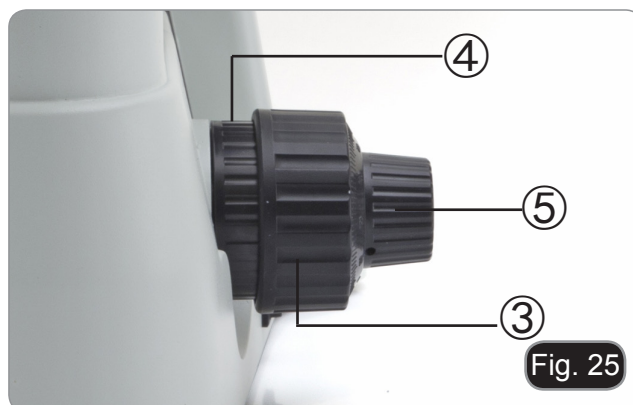

Fig. 25
- **La frizione della manopola macrometrica di messa a fuoco ④ è preregolata in fabbrica.**
Se il revolver scende da solo o il campione si sfuoca mentre si regola la manopola micrometrica di messa a fuoco ⑤, la tensione della manopola macrometrica di messa a fuoco è troppo bassa. Ruotando il collare di regolazione della tensione ④ in senso orario si stringe la tensione di messa a fuoco macrometrica ③. Ruotare in direzione opposta per diminuire la tensione. (Fig. 25)